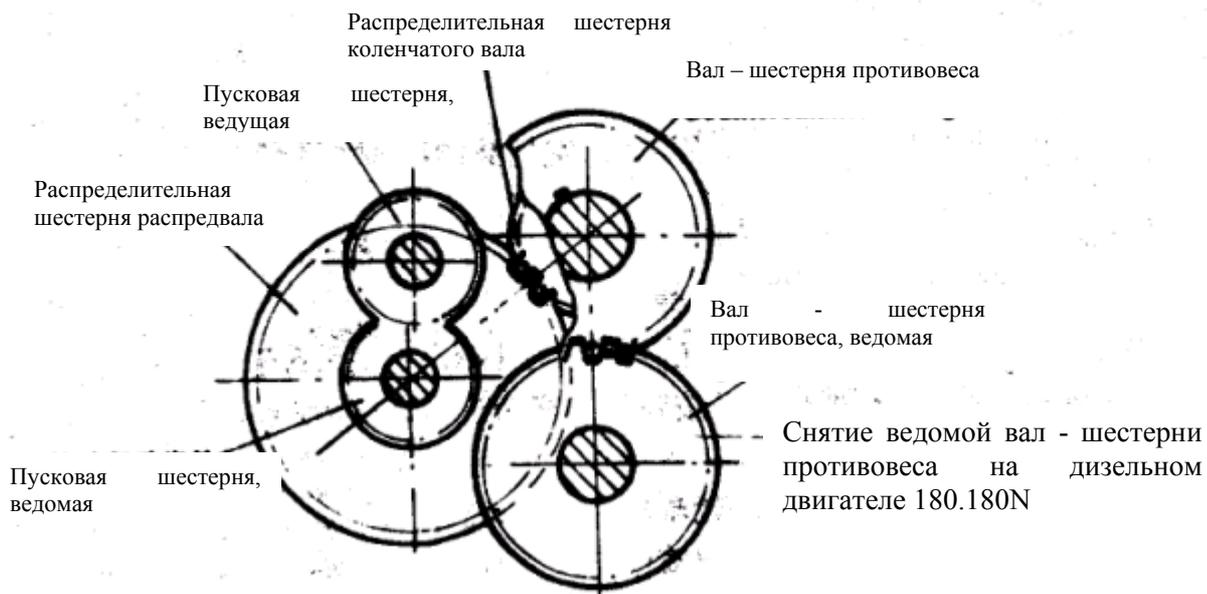

Рис. 23 Точки зацепления шестерен на дизельном двигателе 185
- (1) Отверните болты крепления топливного насоса, снимите топливный насос и его регулировочные прокладки.
- (2) Снимите крышку корпуса распределительного механизма.
- (3) Снимите коленчатый рычаг.
- (4) Снимите маховик и ведущую шестерню противовеса на коленчатом валу.
- (5) Снимите распределительный вал, отвернув болт, установленный под концевой частью вала.
- (6) Отверните три болта крепления гнезда шарикоподшипника, и снимите вал противовеса. В последующем при установке все метки зубчатого зацепления должны находиться в соответствующей позиции, как показано на рис. 23.